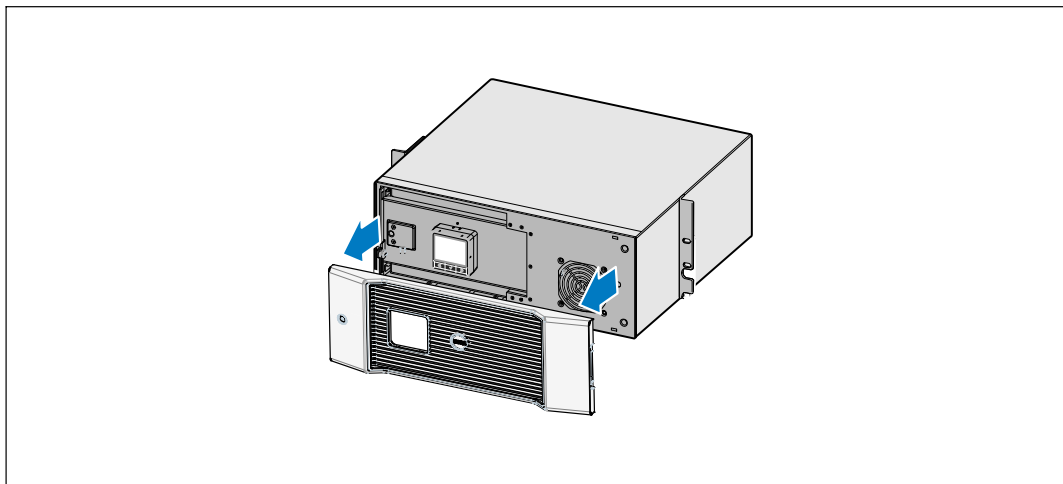

Figura 23. Cómo extraer la cubierta frontal del UPS
- 3 Retire la cubierta frontal del UPS (consulte la Figura 23).